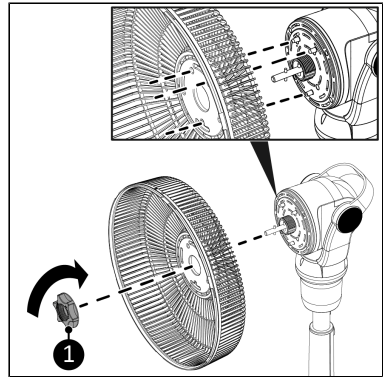

Abbildung 40.
8. Platzieren Sie die Gittermutter (Abbildung 40, Pos. 1) und drehen Sie sie im Uhrzeigersinn, um das hintere Gitter zu befestigen.